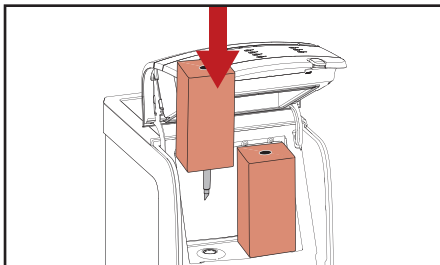

Fig. 4.1 - Plasser produktpakken
4. Sett inn produktpakken (fig. 4.1).